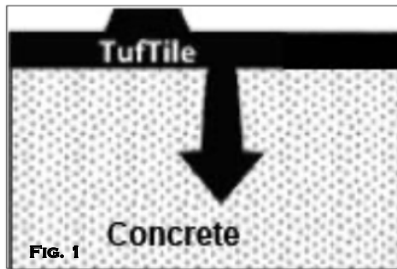

FIG. 1
2. Slowly press tile into concrete starting at one side and continue placement until flush with the surface. (Fig. 1) **IMPORTANT: Do not stand on tile during installation.** For Radius or Connected Tiles, see box below.
2. Despacio y con cuidado ubique la baldosa en el hormigón empezando por un lado y continuando hasta que la baldosa entera sea uniforme con la superficie. (Fig. 1) **IMPORTANTE: No se pare encima de la baldosa durante la instalación.** Para el Radio o las Baldosas Conectadas, vea la caja más abajo.